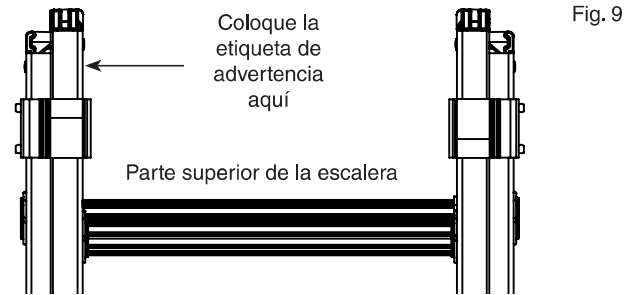

Fig. 9
- Agregue una etiqueta de advertencia en la parte superior interna del riel de la escalera de la sección volante. (Fig. 9)